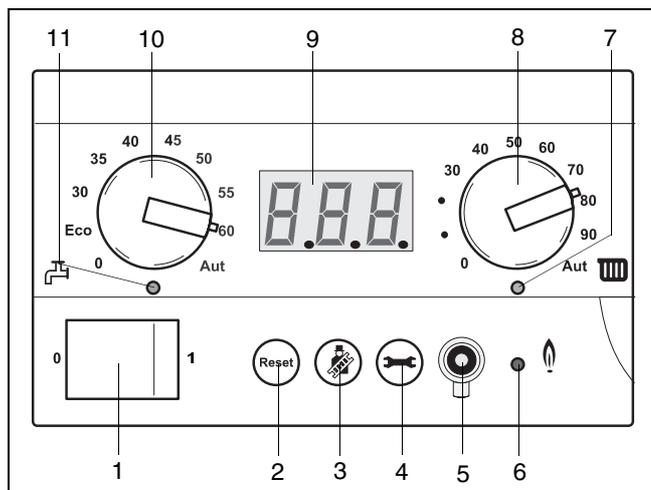

Fig. 19 BC10
**Sul BC 10 sono stati installati i seguenti componenti (fig. 19):**
#### Interruttore di rete (fig. 19, pos. 1)
#### Tasto reset (fig. 19, pos. 2)
#### Tasto spazzacamino (fig. 19, pos. 3)
**Tasto di manutenzione (fig. 19, pos. 4)**
**Connettore di manutenzione (fig. 19, pos. 5)**
**LED "Bruciatore acceso" (fig. 19, pos. 6)**